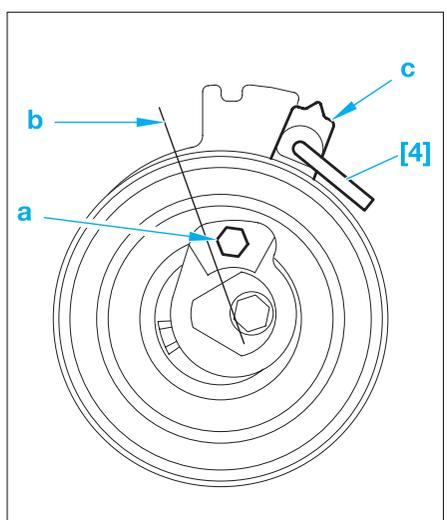

FIG. 14
- Dans cette position, introduire une pige (2a) et (2b) (ref. 4533-TAC1 et 2) de Ø 10 mm à travers chaque roue dentée d'arbres à cames (admission et échappement).
- Tourner le galet tendeur, à l'aide d'une clé 6 pans en "a", vers la droite jusqu'à amener l'index "c" en position "b" de manière à mettre en place la pige [4] (outil 4200-T.H.) (Fig.14).